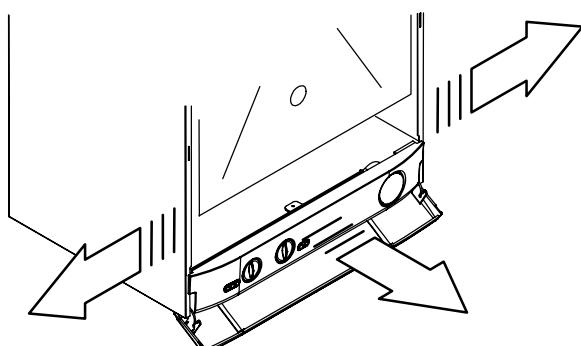

Fig. 5.6
3. Move the lower part of the side panels as indicated in Fig. 5.6 and pull the control panel. When completely pulled out, the panel can rotate 45° downwards to facilitate the operations on the internal parts.
3. Сдвиньте нижнюю часть боковой панели как указано на рис. 5.6 и извлеките панель управления. После того, как Вы ее полностью извлекли, панель можно повернуть на 45 гр. по направлению вниз, чтобы обеспечить свободный доступ к внутренним частям.